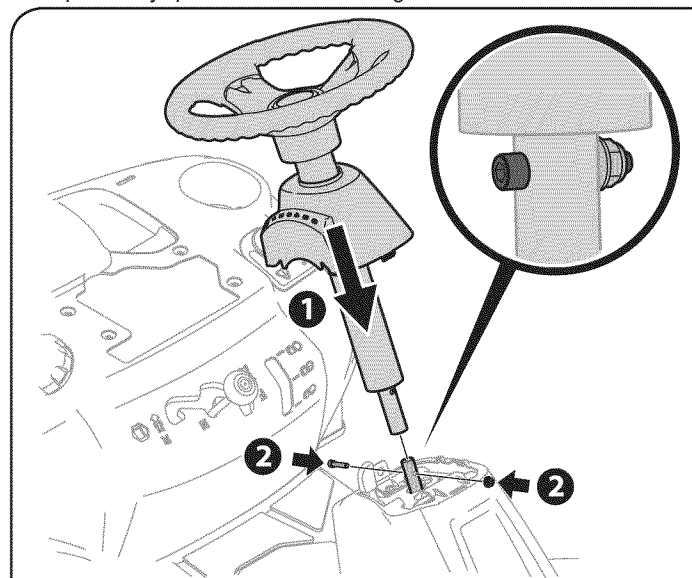

Figura 2
4. Baje el conjunto del volante sobre el eje inferior de la dirección y sujételo con el tornillo de cabeza hueca y la tuerca de seguridad que extrajo previamente. Vea la Figura 2.